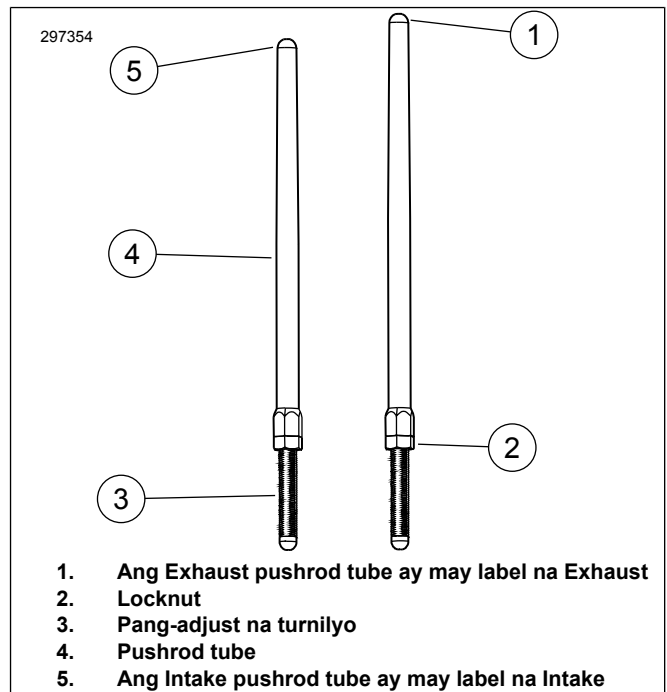

Figure 3. Naa-adjust na Pushrod
6. Figure 3 Luwagan ang locknut sa lahat ng pushrod at i-adjust ang mga ito sa pinakamaikling haba.